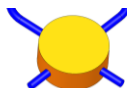

Fig. 1
- 7) **The meter is shipped with empty oil reservoir.** Fill the oil reservoir at the front side of the meter with the supplied oil to the indicated level (see figure 1). For a correct reading
- 9) **Der Zähler wird mit leeren Ölreservoir geliefert.** Füllen Sie das Öl-Reservoir an der Vorderseite des Zählers mit dem mitgelieferten Öl zu dem angegebenen Ebene (siehe Abbildung 1). Für die richtige Lesung des Ölstands sollte es für ein paar Minuten stabilisieren. Zum Entfernen oder legen den Öl-Stopfen benötigen Sie einen Inbusschlüssel.